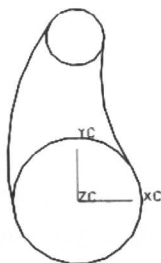
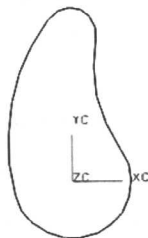

图 1-6 倒圆 2
图 1-7 曲线修剪
(2) 用同 (1) 的步骤来生成倒圆，其中 $R=76$ ，如图 1-6 所示。
利用“编辑曲线”→“修剪曲线”把图 1-6 剪切成如图 1-7 所示。